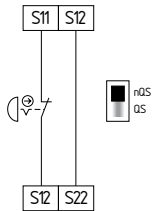

Fig. 9
**Circuito de Paro de Emergencia de un canal con pulsadores según EN ISO 13850 y EN 60947-5-5 (véase fig. 9)**